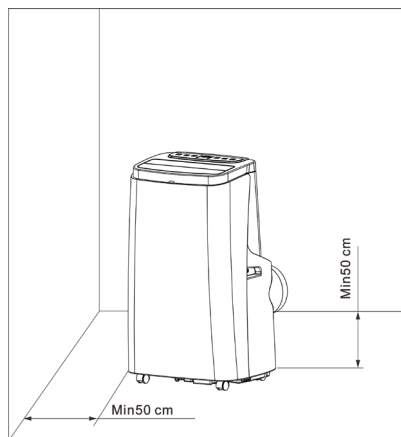

Abbildung 4
- 1) Bewegen Sie die Maschine mit eingebautem Wärmerohr und Armaturen vor dem Fenster, und der Abstand zwischen Gehäuse und Wänden oder anderen Gegenständen muss mindestens 50 cm betragen (wie in Abb.4 dargestellt).